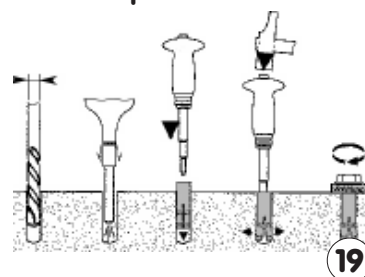
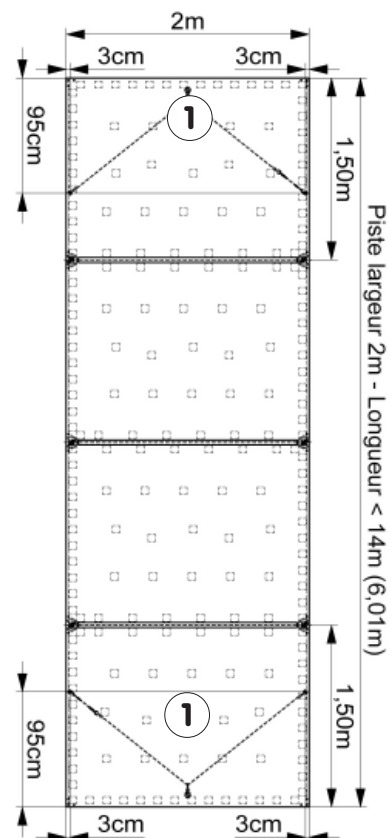

Figure 6
Figure 7
- Tracer la position des 2 plaques d'extrémité (1), ainsi que celle des fixations suivant **Fig. 6 et 6bis** ou **Fig. 7 et 7bis**.
- Aspirer soigneusement les trous avant de mettre en place les chevilles à frapper (19) fournies : enfiler la douille puis en taper le fond pour la fixer au sol, avec un outil adapté (suivant les étapes illustrées ci-contre).